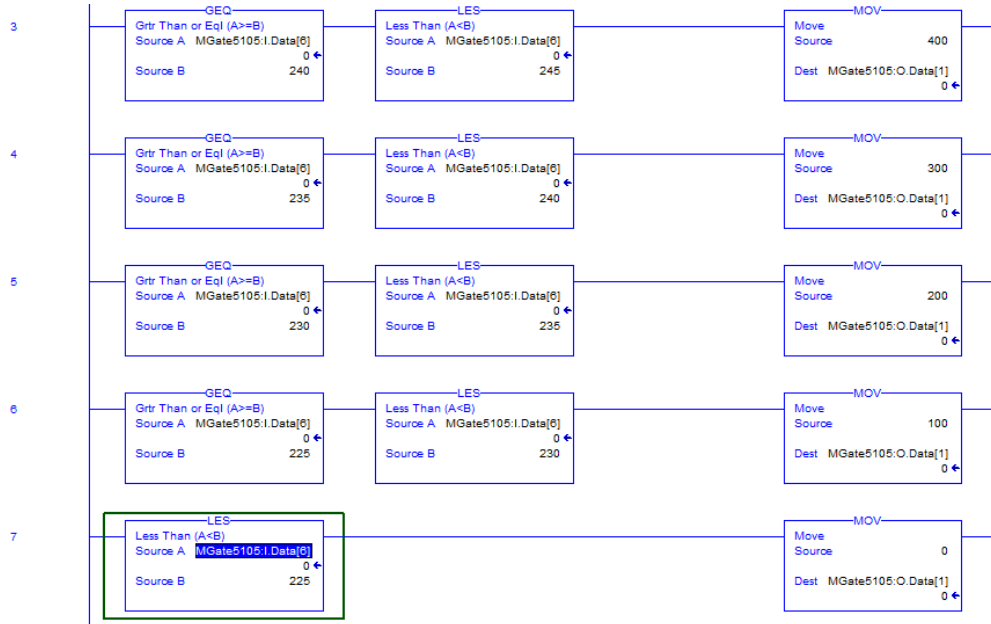

Рис.43
2.3.4 Аналогичным образом добавьте уровни 3-7 (смотрите Рис.43)